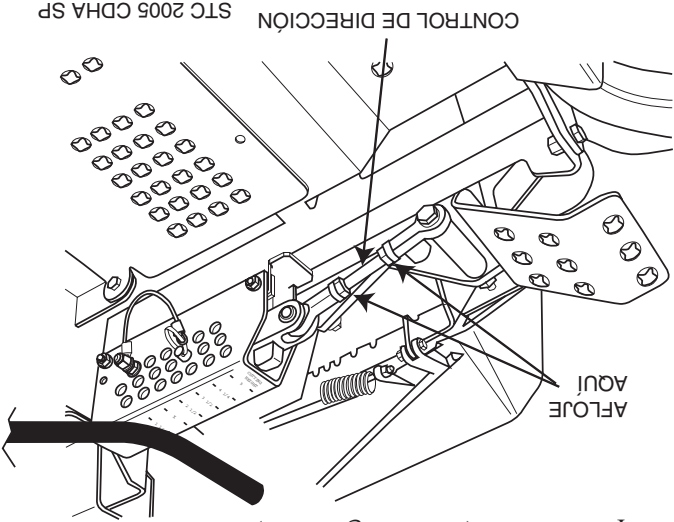

Figura 6-5. Ajuste de la altura de la plataforma de corte
1. Coloque la plataforma de corte en posición de transporte. Afloje las contratueras en ambos extremos de la varilla de control de la altura de la plataforma. (Vea la Figura 6-5)
4. Verifique la medida desde el suelo hasta la punta de la cuchilla de corte. Si la medida no se encuentra en 3", puede realizarse un ajuste utilizando la varilla de control de altura de la plataforma. (Vea la Figura 6-5)